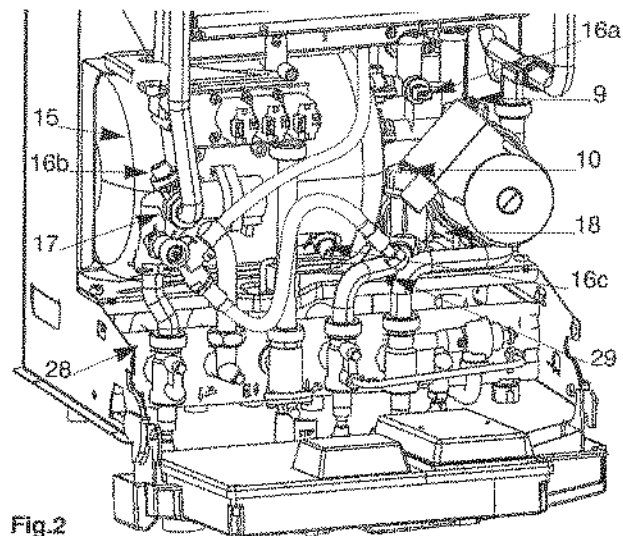

Fig.2
9. - Débitstat chauffage (fig. 2).
10. - Débitstat eau chaude sanitaire (fig. 2).
- 15. - Réserve d'eau sanitaire (fig. 2).
- 16a. - Thermistance eau chaude sanitaire (fig. 2).
- 16b. - Thermistance chauffage (fig. 2).
- 16c. - Thermistance réserve sanitaire (fig. 2).
- 17. - Vanne 3 voies (fig. 2).
- 28. - Barrette robinetterie (fig. 2).